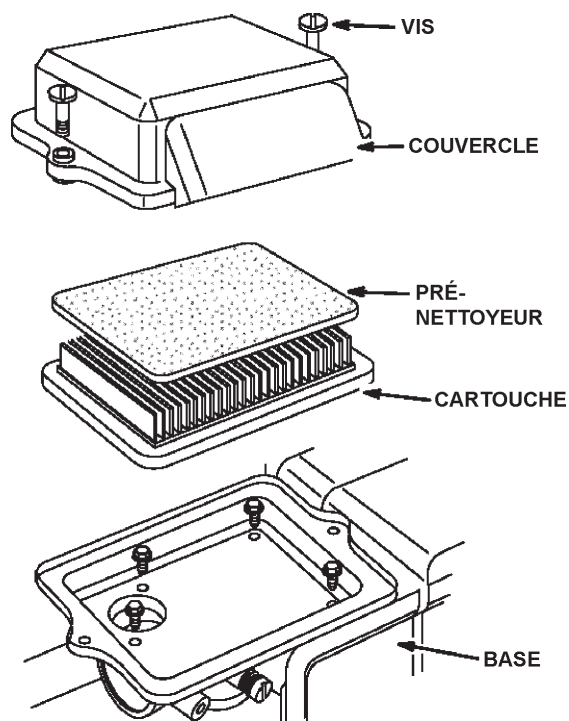

Figure 34. Filtre à air du moteur
1. Retirer le couvercle du filtre à air et l'élément en mousse, comme illustré à la Figure 34.